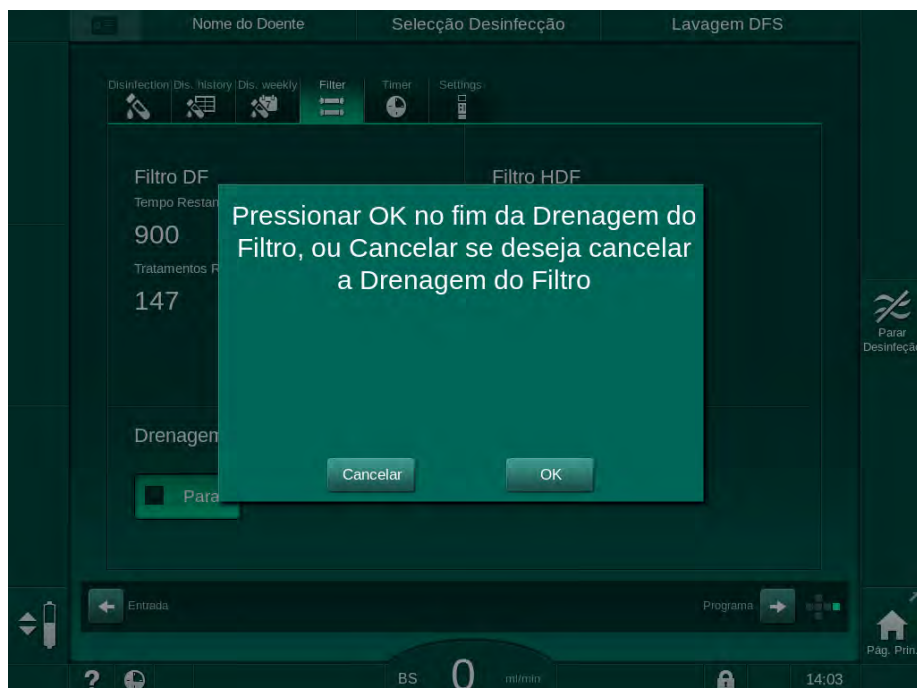

Fig. 7-3 Janela de confirmação de mudança do filtro
14. Toque em *OK* na janela de confirmação de mudança do filtro (Fig. 7-3) para confirmar que os filtros foram mudados.
16. Verifique a existência de líquido na base que possa ter saído, e limpe se necessário (consulte Limpeza da Base com Reentrâncias e Sensor de Fugas (200)).